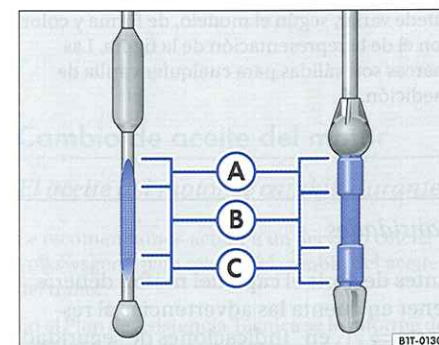

Fig. 11 Varilla de medición con marcas del nivel del aceite
- Vuelva a extraer la varilla de medición y compruebe el nivel de aceite ⇒ fig. 11 y, en caso necesario, rellene aceite ⇒ página 54, “Reposición del aceite del motor”.
Si el nivel de aceite se encuentra por encima de la zona $\Rightarrow$ página 53, fig. 11 **A**, no arranque el motor. Puede causar daños en el motor y en el catalizador. Póngase en contacto con un taller especializado.
La figura $\Rightarrow$ página 53, fig. 11 muestra la varilla de medición con las marcas. La varilla de medición puede variar, según el modelo, de forma y color con el de la representación de la figura. Las marcas son válidas para cualquier varilla de medición. $\blacktriangleleft$
- En el momento en que el nivel de aceite alcance la zona $\Rightarrow$ página 53, fig. 11 **B** como mínimo, enrosque cuidadosamente el tapón en la boca de llenado.
El nivel de aceite no deberá rebasar en ningún caso la zona $\Rightarrow$ página 53, fig. 11 **A**. Porque en tal caso, podría aspirarse aceite por el respiradero del cárter del cigüeñal y llegar a la atmósfera a través del sistema de escape. $\blacktriangleleft$